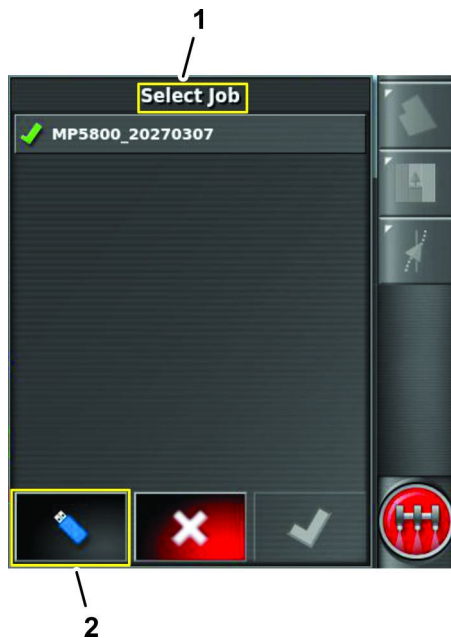

Figure 94
5. Appuyez sur l'icône Permuter l'affichage pour afficher la liste Choisir des tâches (USB) (Figure 94).